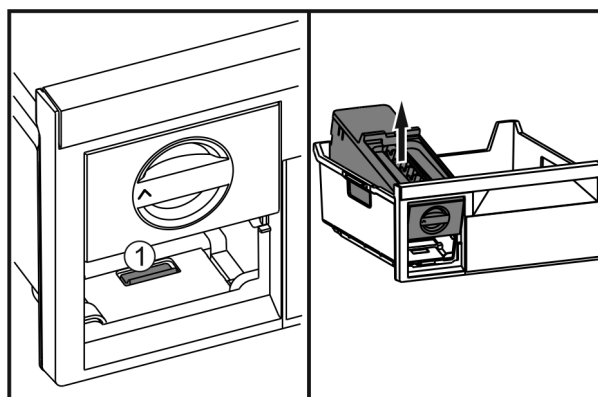

Fig. 37
- ▶ Stlačte západku *Fig. 37 (1)*, EasyTwist-Ice zezadu zvedněte a vyjměte z mrazicí zásuvky.